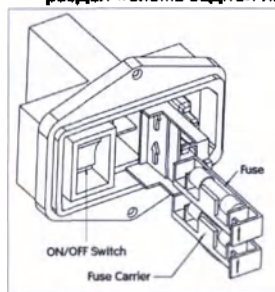

Рисунок 43. Розетка переменного тока с предохранителями
2. С помощью отвертки откройте крышку отсека для предохранителей на розетке переменного тока (Рисунок 43) и выдвиньте два держателя предохранителей. Чтобы найти розетку переменного тока на задней панели, см. раздел «Схема задней панели».